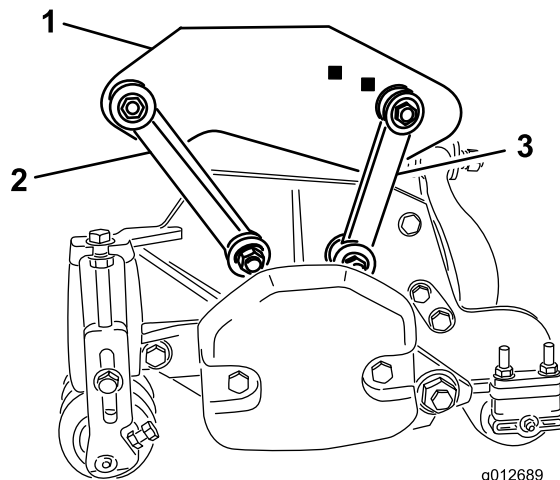

Bild 19
- Befestigen Sie die vorderen Befestigungslenker mit einer Schraube ((3/8 x 2-1/4 Zoll), zwei Flachscheiben und einer Sicherungsmutter in den Löchern des Trägerrahmens (siehe Bild 19). Bringen Sie an jeder Seite der Verbindung bei
- Befestigen Sie die hinteren Befestigungslenker mit einer Schraube ((3/8 x 2-1/4 Zoll), zwei Flachscheiben und einer Sicherungsmutter in den Löchern am hinteren Trägerrahmen (siehe Bild 19). Bringen Sie an jeder Seite der Verbindung bei der Montage eine Scheibe an. Ziehen Sie die Schrauben auf 42 Nm an.